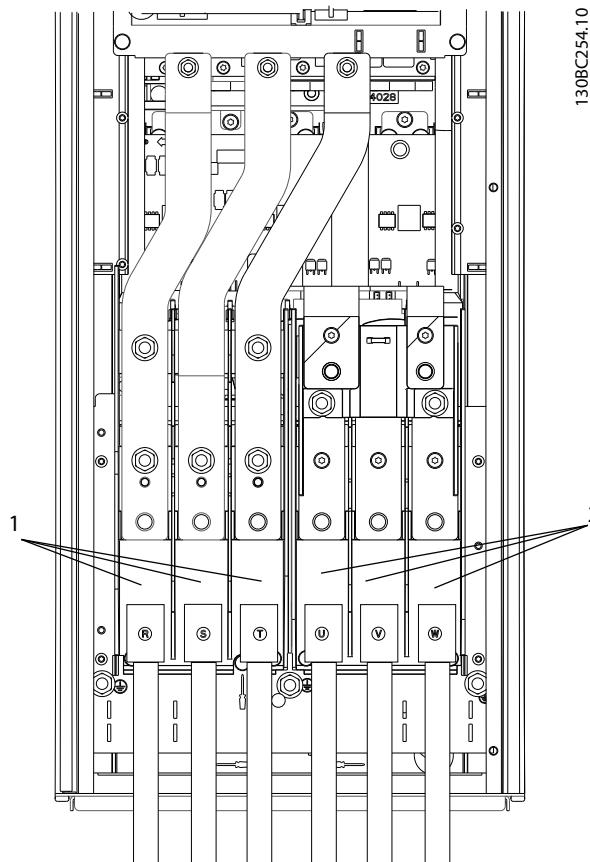

图 2.13 连接到交流主电源
- 将三相交流输入电源线路连接到端子 L1、L2 和 L3 上（请参阅 图 2.13）